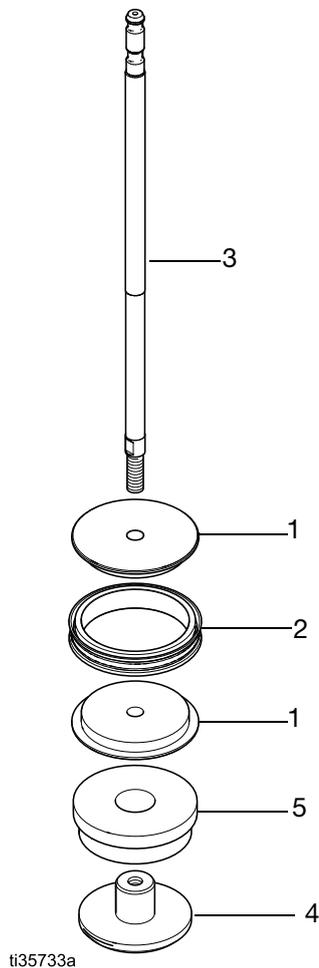

ABB. 5. Kolben demontieren oder zusammenbauen
Siehe ABB. 5, Seite 10.
1. Die zwei Hälften des Kolbens (1) rund um die Kolbendichtung (2) setzen und einrasten lassen. Siehe ABB. 5.
2. Tragen Sie hochfestes (rotes) Loctite® 268, 263 oder 2760 auf das Gewinde des Außendurchmessers an der Stange (3) auf, und zwar 360 um das Gewinde herum. Stange (3) durch Kolben (1) und Distanzstück (5) in Kolbenmutter (4) schrauben. Die Kolbenmutter (4) mit 129-135 N•m (95-100 ft-lb) festziehen. Das Abdichtmittel muss vor dem Einsatz mindestens 12 Stunden lang aushärten können.